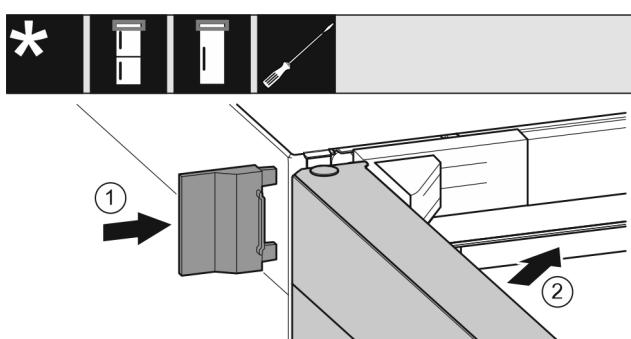

Fig. 21
- Nasuňte vonkajší kryt. Fig. 21 (1)
- Zavorte horné dvere. Fig. 21 (2)